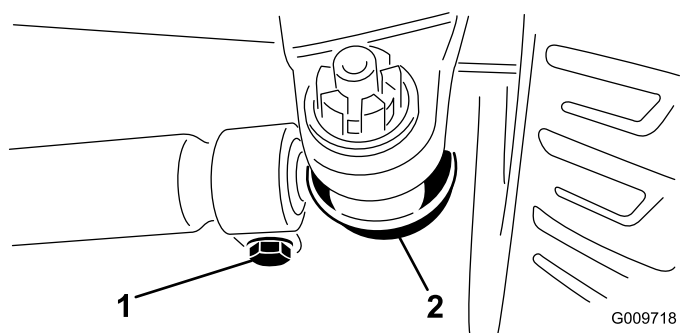

図 61
2. 調整が必要な場合は、タイロッドのボールジョイントのコッターピンとナットを外す 図 61。アクスルケースサポートからタイロッドのボールジョイントを外す。
3. タイロッド両側のクランプをゆるめる 図 61。